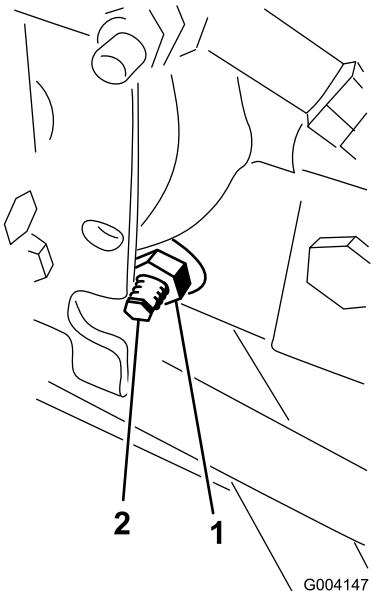

Bild 45
3. Lösen Sie rechts am Hydrostat die Sicherungsmutter an der Fahrantrieb-Einstellnocke (Bild 45).